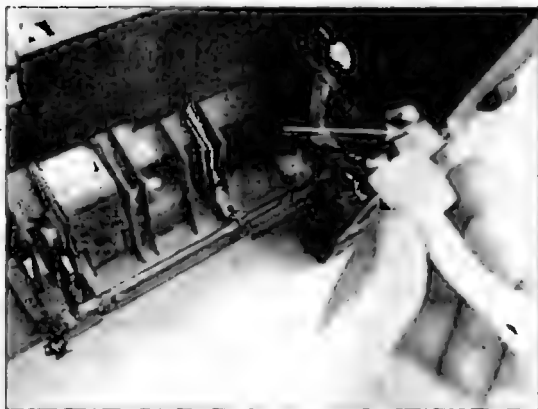

Рис. 8.42
- Для снятия двух поворотных тяг в основании принтера поворачивают их по окружности (рис. 8.42).